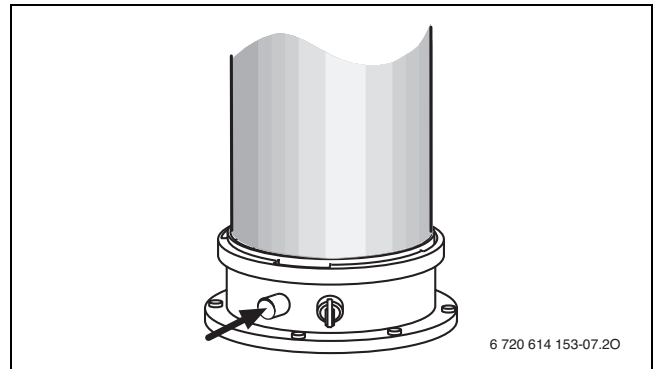

Bild 49 Abgasmessstutzen
- ▶ Stopfen am Abgasmessstutzen (→ Bild 49, [1]) entfernen.